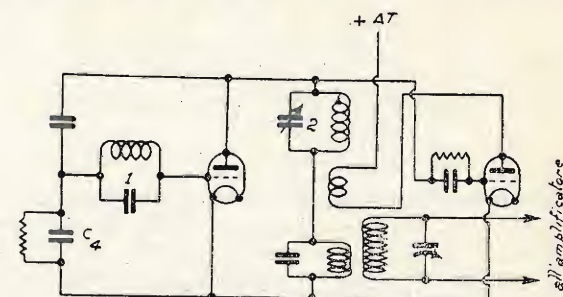

Fig. 3 - Circuito Ultradina neutralizzato col sistema Difrad.
tensione ai capi dell'altro circuito. Ammettendo che la capacità inerente fra griglia e filamento sia 0.00003 mfd. e facendo per esempio  $C_3$  e  $C_4$  uguale a 0.00015 mfd. e  $C_5$  uguale a 0.0003 mfd. verrà applicata fra griglia e filamento 5/6 della tensione prodotta dai segnali in arrivo ai capi del circuito 1 e la metà della tensione delle oscillazioni locali generate nel circuito 2. Nel complesso variatore Ultradina ha luogo un accoppiamento completamente identico a quello che si verifica negli amplificatori ad alta frequenza trovandosi il circuito (1) accordato sui segnali in arrivo inserito fra griglia e filamento e quello del generatore collegato fra placca e filamento. La capacità fra placca e griglia produce quindi un accoppiamento ed in conseguenza un effetto reattivo che risulta positivo quando il circuito generatore è accordato su un'onda più corta dei segnali in arrivo e risulta negativo nel caso contrario. Ciò spiega perchè si ha generalmente una ricezione più forte coll'onda inferiore dell'oscillatore e perchè si verifica talvolta l'innescò del circuito di entrata se la sintonia dei due circuiti si avvicina. La fig. 3 mostra come questi effetti nocivi possono essere eliminati mediante la neutralizzazione col metodo Difrad. L'equilibrio viene raggiunto regolando il condensatore  $C_3$  in modo che un milliamperometro inserito nel circuito di placca della valvola oscillatrice segni un minimo di deviazione quando i due circuiti entrano in sintonia. Nel com-